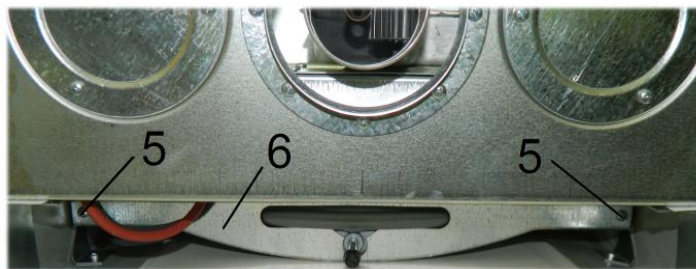

Рис. 20. Демонтаж расширительного бака
- 5) отвернуть два винта крепления 5 (см. Рис. 20) верхнего кронштейна 6 к швеллерам котла;